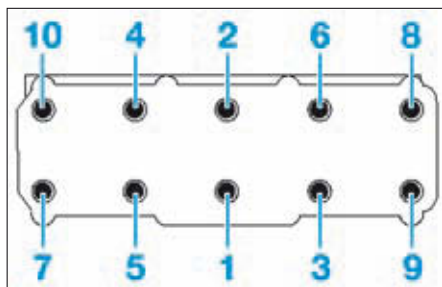

FIG. 79
- Serrer les vis de culasse en respectant l'ordre de (1) à (10) et les couples de serrage prescrits (Fig.79).